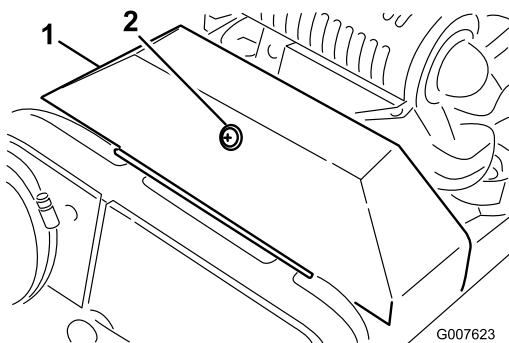

図 31
3. V ベルト・カバーを固定しているリテーナをゆるめて、カバーを開ける (図 31)。